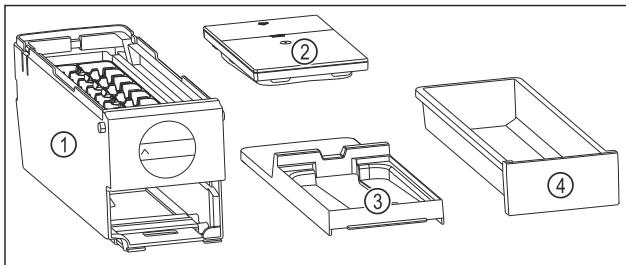

Fig. 89 Съставни части на EasyTwist-Ice
- EasyTwist-Ice е разглобен на четири части. (виж Fig. 89)
- Разглобявайте EasyTwist-Ice само на изобразените съставни части. (виж Fig. 89)
- Почистете корпуса на EasyTwist-Ice Fig. 89 (1) като едно цяло.